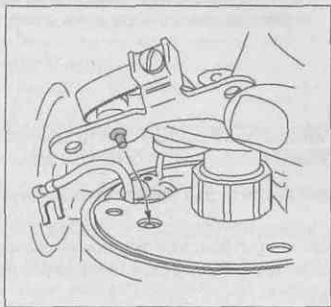

Рис. 12.33. Некоторые контакты имеют специальный установочный штифт, фиксирующий в специальном отверстии, предусмотренном в диске прерывателя
2. Установите новые контакты на место старых (рис. 12.33 и 12.34), но не затягивайте полностью крепежные винты до тех пор, пока не будет выставлен правильный зазор.